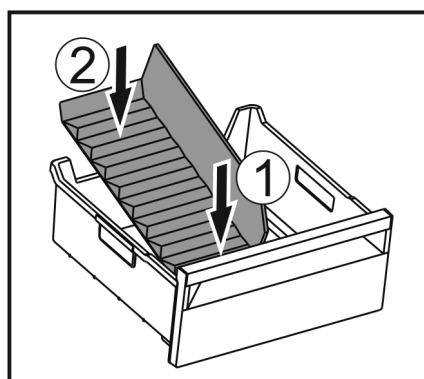

Fig. 139
- ▶ Umetnite prednji dio pregrade ladice za led. Fig. 139 (1)
- ▶ Spustite stražnji dio pregrade ladice za led do dna ladice. *Fig. 139 (2)*